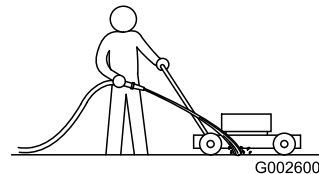

Bild 32
1. Lassen Sie den Motor auf einer flachen, befestigten Oberfläche laufen und sprühen Sie Wasser vor das rechte Hinterrad (Bild 32).